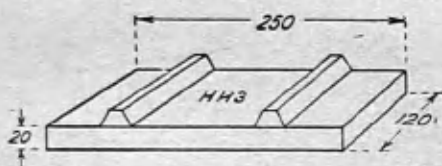

Рис. 1. Панель.
1. Сухая доска размерами 250 × 120 × 20 мм (рис. 1).